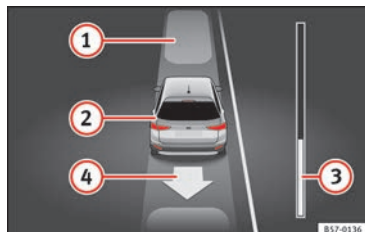

Fig. 207 En la pantalla del cuadro de instrumentos: desaparcar de un hueco en línea.
Legenda de la **fig. 207**:
7.	Retroceda hasta que suene la señal continua del ParkPilot. O BIEN: dé marcha atrás hasta que en la pantalla del cuadro de instrumentos aparezca la indicación de dar marcha adelante. La barra de progreso » fig. 207 ③ indica la distancia que hay que recorrer » pág. 252.
8.	Pise el pedal del freno hasta que el sistema de aparcamiento asistido termine de realizar los giros del volante. O BIEN: pise el pedal del freno hasta que se apague el símbolo (P) en la pantalla del cuadro de instrumentos.